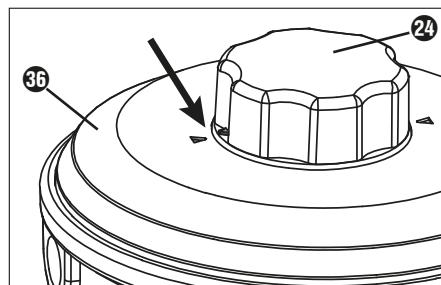

Abb. 1
- 1) Achten Sie darauf, dass die beiden Pfeile auf dem Deckel 38 und auf dem Drehknopf 24 der Fadenspule 23 zueinander zeigen (siehe Abb. 1).